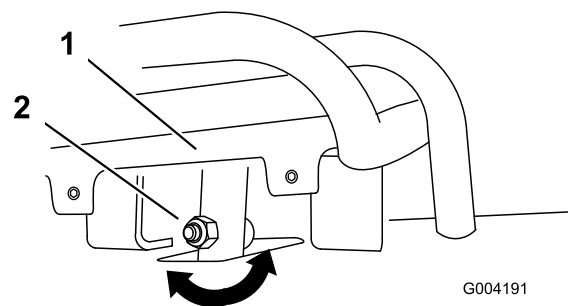
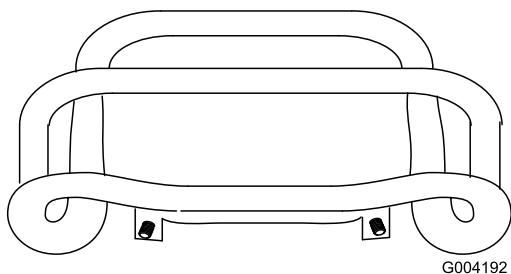

Figura 51
Figura 52
4. Se a parte da frente do controlo não ficar alinhada com a barra de referência, desaperte a porca flangeada e o parafuso na haste do controlo de tração (Figura 51).
5. Ajuste o controlo de tração de modo a que fique alinhado com a barra de referência quando é puxado a direito para trás (Figura 51 e Figura 52).
- C. Desaperte a porca flangeada e o parafuso na haste do controlo de tração (Figura 51).
- I. Ajuste o controlo de tração de modo a que fique alinhado com a barra de referência quando é puxado a direito para trás (Figura 51 e Figura 52).